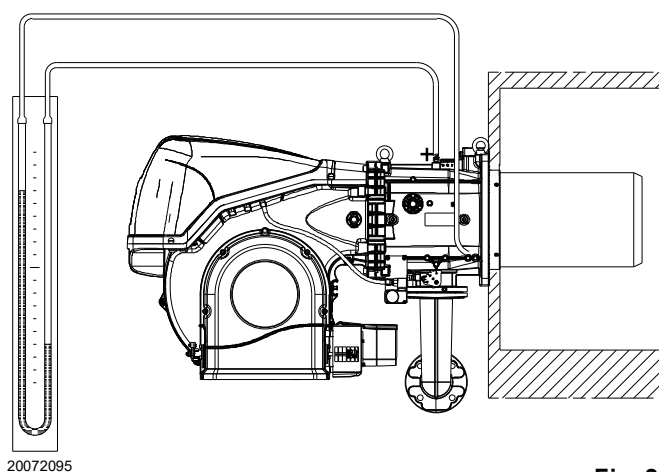

Fig. 25
- Montar um manómetro em U ou um manómetro tipo diferencial (Fig. 25), com conector fêmea (+) na pressão do gás do mangote e (-) na câmara de combustão. Serve para calcular de forma aproximativa a potência MAX do queimador por meio da Tab. L.